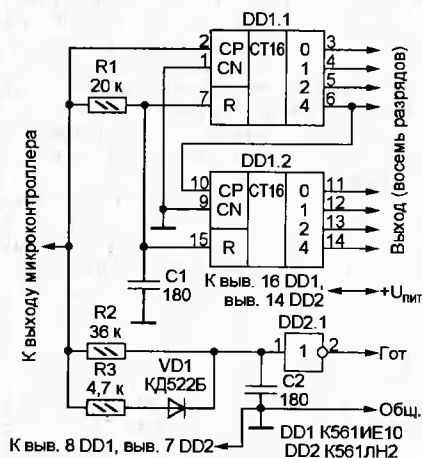
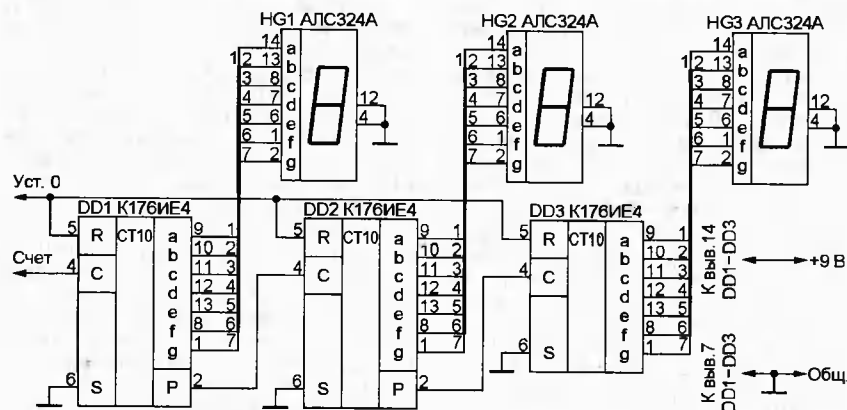
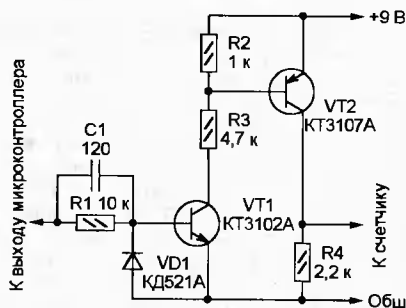
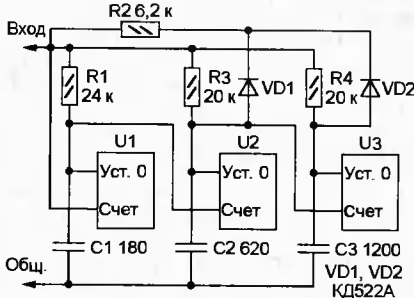

Рис. 1
Рис. 2
Рис. 3
Рис. 4
Допустимо использовать и счетчики с встроенными преобразователями кода — К176ИЕ3, К176ИЕ4. На рис. 2 показана схема счетчика на три десятичных разряда со светодиодными индикаторами. Учтите, амплитуда импульсов на выходе микроконтроллера (обычно 5 В) недостаточна для работы микросхем структуры КМОП, питаемых напряжением 9 В. Поэтому импульсы необходимо подавать через усилитель, например, собранный по схеме, показанной на рис. 3. На вход "Счет" — непосредственно, а на вход "Уст. 0" — через интегрирующую цепь, аналогичную R1C1 на рис. 1.
Время загрузки в счетчик кода пропорционально его численному значению. Например, при периоде повторения импульсов 5 мкс максимальное значение (255) будет занесено в счетчик, изображенный на рис. 1, за $255 \times 5 = 1275$ мкс. Информационная емкость счетчика, показанного на рис. 2, больше (999), его полная загрузка займет уже $999 \times 5 = 4995$ мкс. Именно чрезмерный
и обнуления импульсы разной длительности. Разделить такие импульсы очень легко с помощью интегрирующей цепи. Схема счетчика—накопителя, работающего по описанному принципу, показана на рис. 1.
Из положения можно выйти, соединив входы нескольких счетчиков параллельно и применив в них интегрирующие цепи с разными постоянными времени. Например, по схеме, изображенной на рис. 4, был построен восьмиразрядный десятичный индикатор. Здесь счетчики U1 и U2 по схеме аналогичны показанному на рис. 2, а счетчик U3 — двухразрядный, в нем отсутствуют микросхема DD3 и светодиодный индикатор HG3. В зависимости от длительности входных импульсов устройство работает согласно табл. 1. Учитывая, что скажность счетных импульсов не должна быть менее 5, для загрузки в индикатор числа 99999999 требуется 99×9×5+999×4×5+999×1×5 = 29430 мкс, что во многих случаях вполне допустимо.